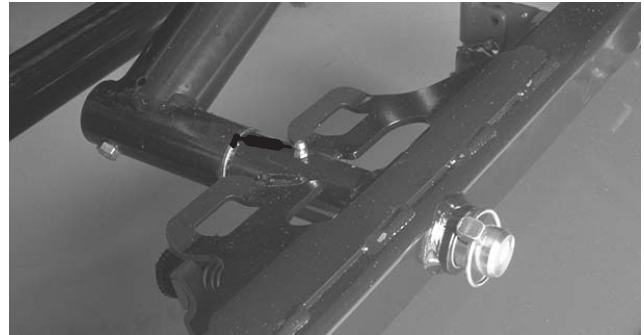

Bild 28
- Drehbüchsen am vorderen Mähwerk (Bild 28)